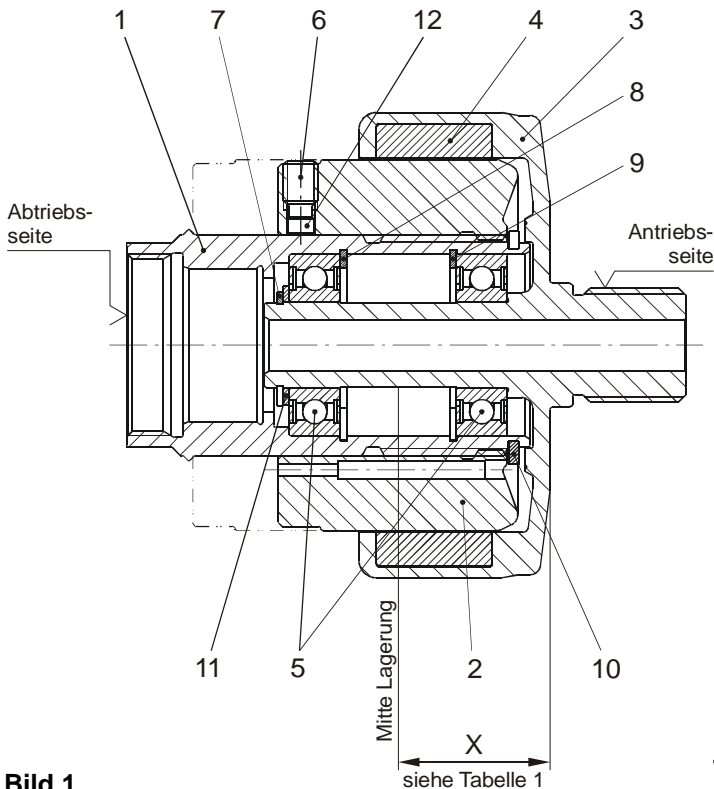

Bild 1
- 5) Bezogen auf nominelle Lagerlebensdauer $L_{10h} = 20000$ h, Hebelarm der Radialkraft F_{rad} maximal 70 mm Abstand von Mitte Lagerung (Bild 1) und Lagerdrehzahl $n = 350$ min⁻¹.